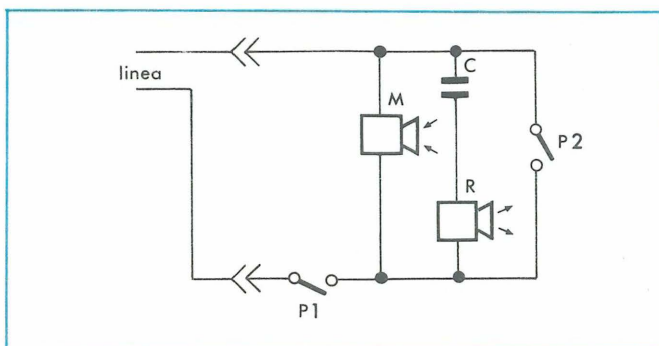

Figura 3 - Sezione fonica del telefono.
Per quanto riguarda la parte fonica, questa è schematizzata in Figura 3. Il microfono, che permette di comunicare con l'utente chiamato, è a carbone, ed inserisce un segnale fonico che si somma alla corrente di linea. La voce dell'interlocutore giunge invece tramite una capsula magnetica (R). Il condensatore C ha la funzione di bloccare la componente continua del segnale.